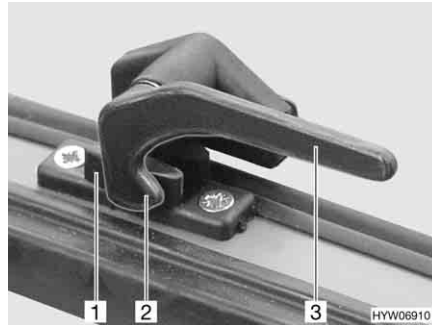

Fig. 64 Palanca de bloqueo en la posición de "cerrado"
- Girar la palanca de bloqueo (Fig. 64,3) un cuarto de vuelta hacia la mitad de la ventana.
- Girar la palanca de bloqueo (Fig. 64,3) un cuarto de vuelta hacia el marco de la ventana. El saliente de bloqueo (Fig. 64,2) se encuentra en la cara interior del bloqueo de la ventana (Fig. 64,1).
- En la posición "cerrada fijamente" (Fig. 64)